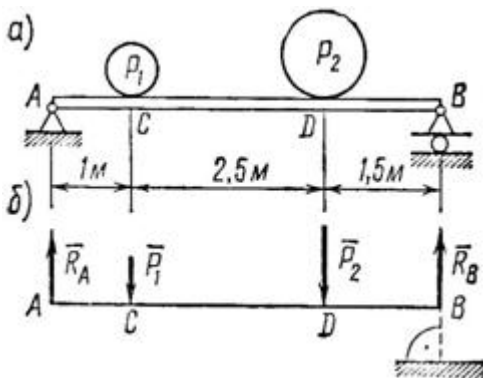

Рисунок 12
3. На горизонтальную балку АВ, левый конец которой имеет шарнирно-неподвижную опору, а правый – шарнирно-подвижную, в точках С и D поставлены два груза:  $P_1 = 10$  кН и  $P_2 = 20$  кН (рис. 12, а). Определить реакции опор балки.